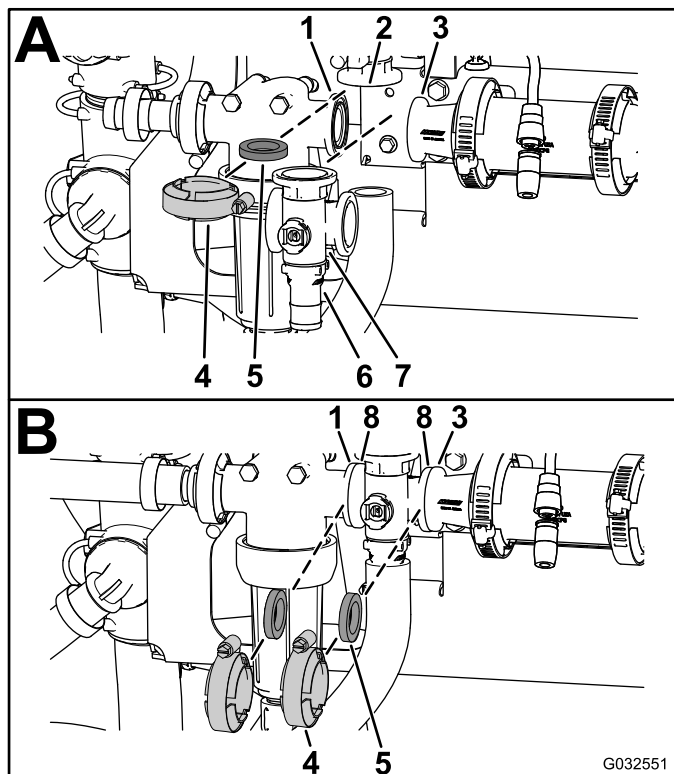

図 111
- 攪拌バイパスバルブのフランジ、ガスケット枚、攪拌バルブマニホールドのエンドキャップフィッティングのフランジを、整列させる 図 111; A。
- クイックコネクをバイパスフィッティングに取り付けるバイパスフィッティングにリテーナを差し込んで固定する: 図 111; A。